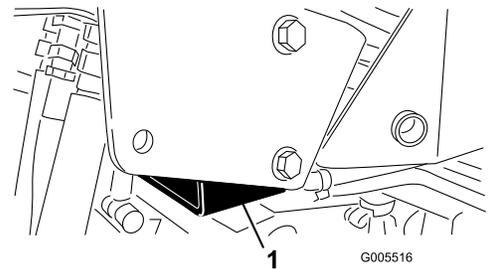

Figure 28
- Côté droit – sous l'appui de cric et adjacent au support du système antiretourneement (ROPS) (Figure 28)